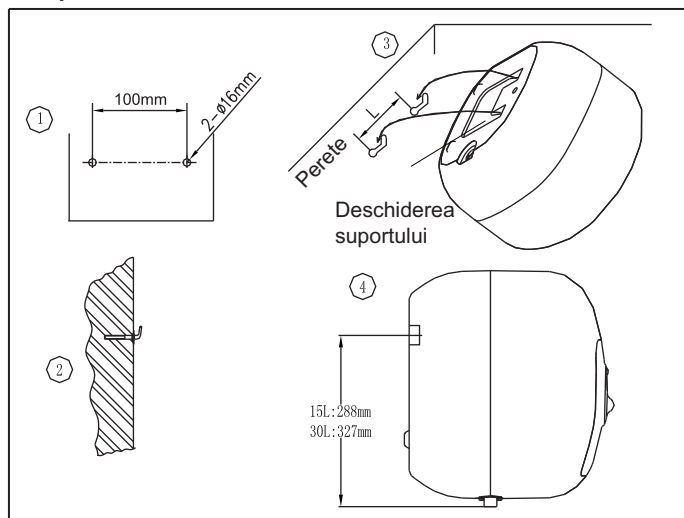

Figura 2
- 1 Utilizați o mașină de găurit electrică pentru a face două găuri în perete. Distanța dintre cele două găuri trebuie să respecte indicațiile din figura 2.
- 4 Înălțimea găurilor trebuie stabilită ținând cont de poziția racordurilor hidraulice pe perete, de tipul conductelor hidraulice utilizate și de poziția suporturilor inferioare ale boilerului (a se vedea figura 2).